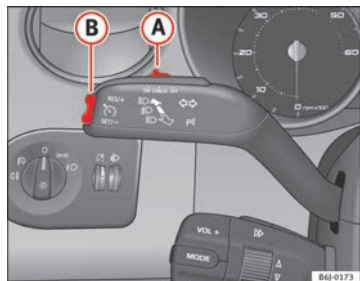

Fig. 115 Leva degli indicatori di direzione e degli abbaglianti: interruttore e tasto di comando del regolatore di velocità
- Quando il veicolo raggiunge la velocità che si intende poi mantenere, premere una sola volta sulla parte inferiore del tasto **SET** ⇒ fig. 115 **(B)**.